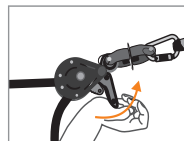

Fig 5
For at afmontere livlinen, træk i knasthåndtaget (4) (fig. 5). Afhængt det hele og pak det i sin originale taske.